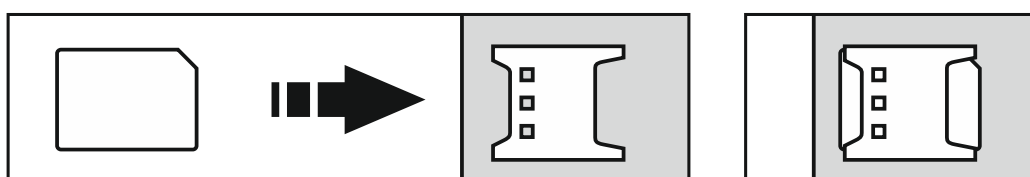

Abb.. 7. Montage der nano-SIM-Karte.
3. Setzen Sie die SIM-Karte(n) in den/die Steckplatz(e) ein (Abb. 7).